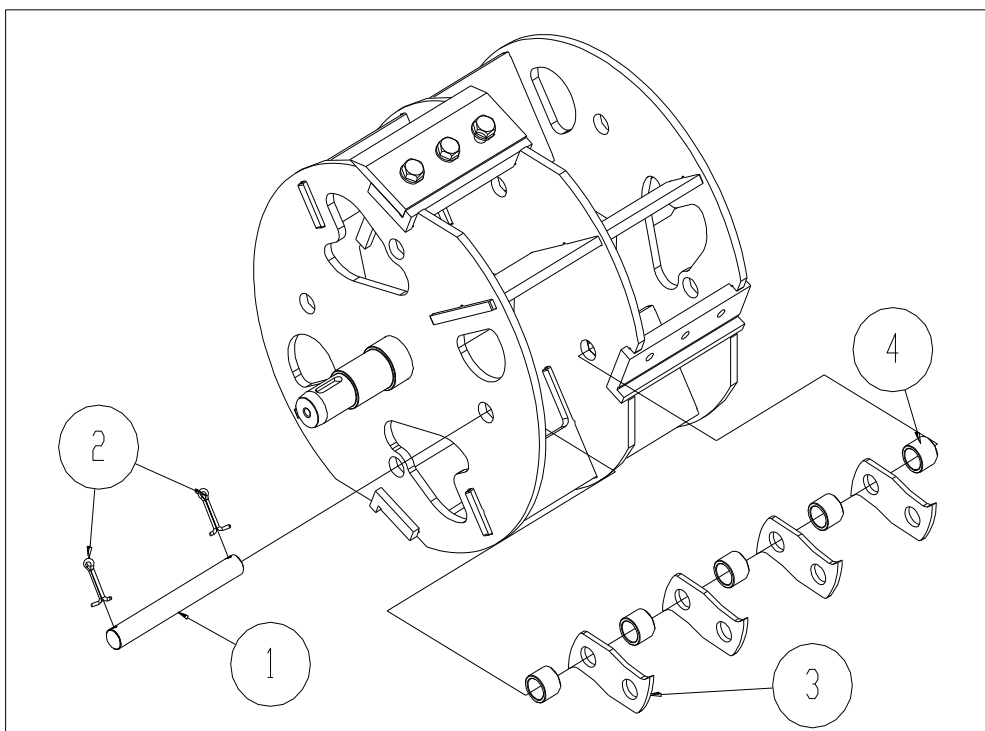

Fig. 15 - Assemblaggio rotore
Utilizzando i due fori ricavati, bloccare con una pinza il perno (1 Fig. 15) e, con un'altra pinza, estrarre la copiglia (2). Sfilando il perno si recupereranno tutti i martelli e i distanziali.